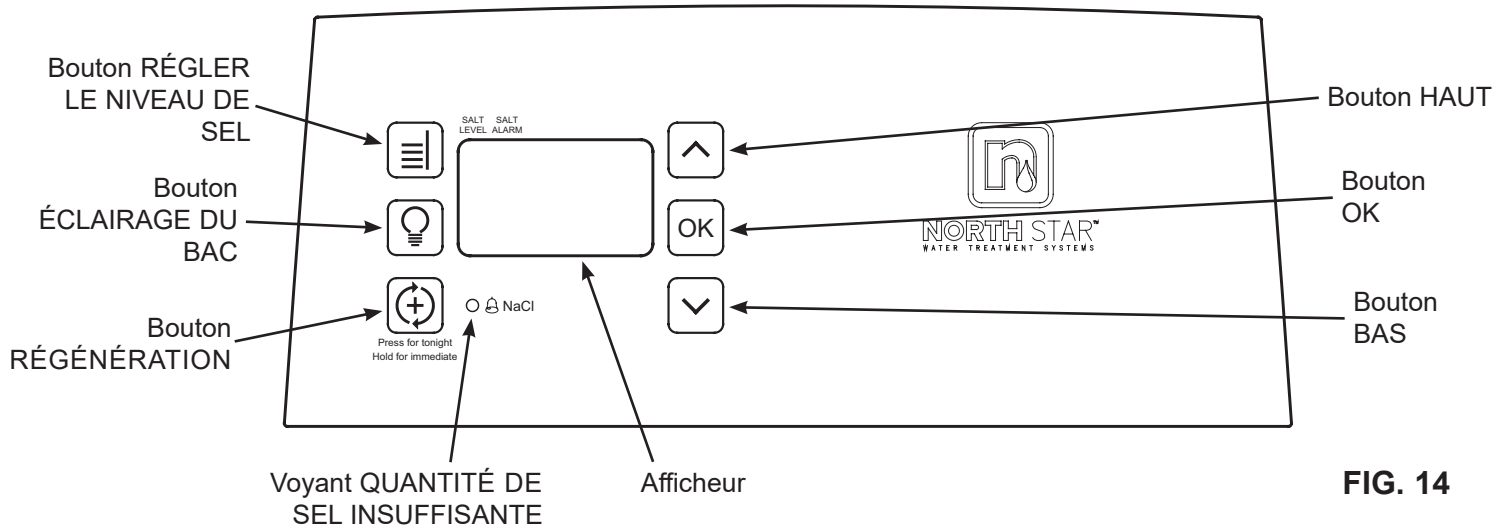

FIG. 14
7. Assurez-vous de l'absence de fuites au niveau des clips situés à l'entrée et à la sortie de l'adoucisseur d'eau. En présence de fuites autour d'un clip, dépressurisez la plomberie (fermez l'arrivée d'eau et ouvrez des robinets) avant de démonter le clip. Si vous démontez ces clips, poussez le corps du by-pass vers l'adoucisseur d'eau (voir la figure 14). Mal démontés, les clips pourraient subir des dommages. Ne remonte pas des clips endommagés.